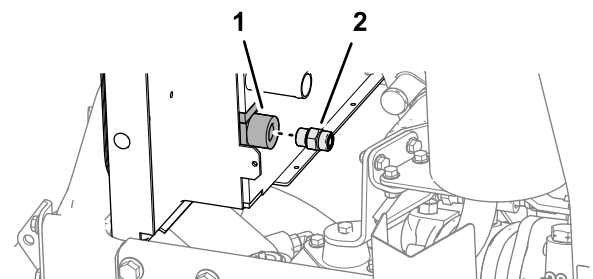

Figur 29
1. Monter 90°-fittingen (-8 O-ring med fladetætning/ $\frac{3}{4}$ " SAE) i oliekoelerens udgang ved det forreste, nederste hjørne af køleren som vist i Figur 29, og tilspænd fittingens møtrik.